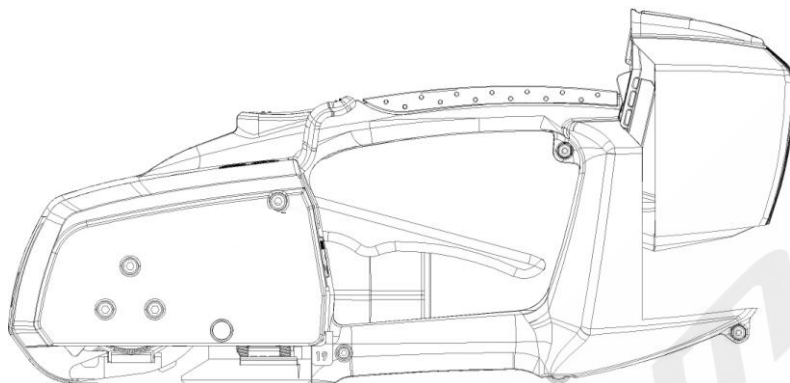

FIGURE 5. Installation et enlèvement de la batterie - Illustration
Insérer une batterie intégralement chargée dans l'outil ainsi qu'indiqué (FIGURE 5). S'assurer que la batterie est bien enfoncée et que le bouton de déverrouillage est enclenché. Appuyer une première fois sur le bouton de mise en tension, toutes les LED devraient s'allumer sur le panneau de commande et tous les réglages antérieurs devraient s'afficher, avec émission simultanée d'un "beep" sonore. Cela indique que le système électrique batterie est prêt à fonctionner sous conditions normales.
- \* **Lorsque la LED puissance batterie sur le panneau de commande "clignote en rouge", cela signifie que la puissance de la batterie est trop faible pour effectuer le travail et qu'elle doit être rechargée.** L'outil n'est alors PAS sensé être utilisé dans de telles conditions. Vous entendrez en même temps une alarme "Beep..beep..beep". Veuillez appuyer sur le "bouton déverrouillage batterie" au sommet de la batterie et tirer cette dernière vers le haut pour la retirer de l'outil. L'alarme "beep..beep" persistera jusqu'à ce que la batterie soit retirée. (FIGURE 5).